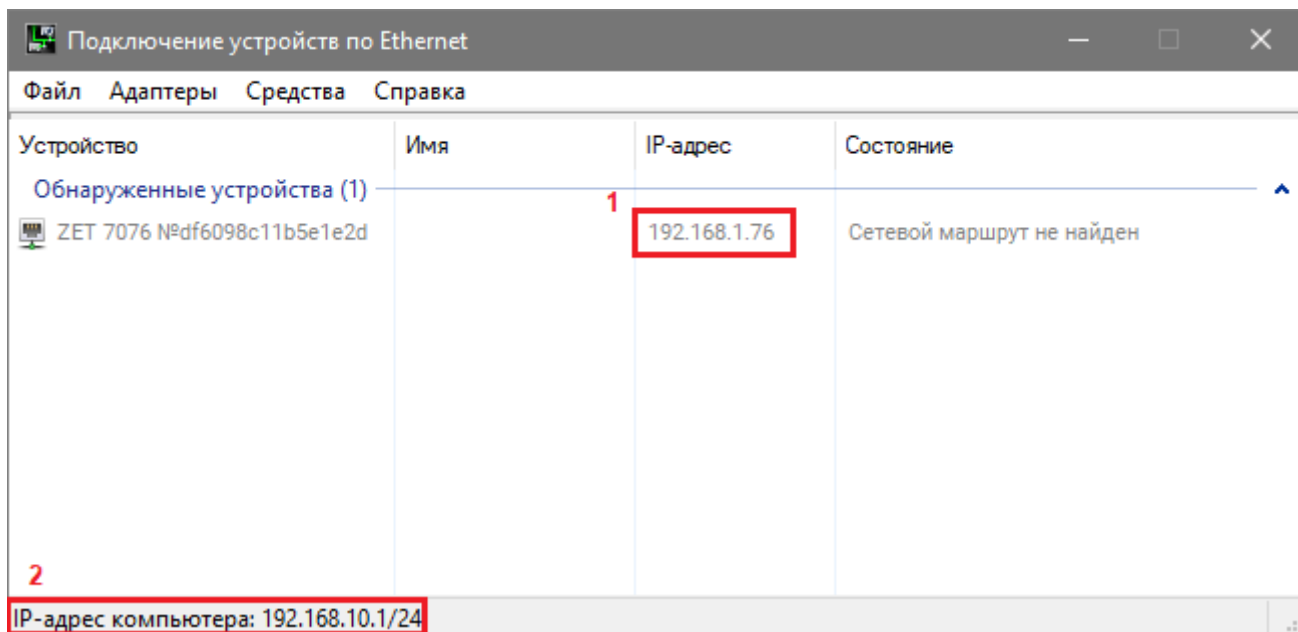

Рис. 3.1 Окно программы «Подключение устройств по Ethernet»
Для проверки IP-адреса преобразователя интерфейса на панели ZETLAB в меню «Сетевые программы» активируйте программу «Подключение устройств по Ethernet». В открывшемся окне программы «Подключение устройств по Ethernet» в столбце «IP-адрес» (1) указан сетевой адрес преобразователя интерфейса (Рис. 3.1). Сетевой адрес компьютера отображается в нижней части окна программы «Подключение устройств по Ethernet» (2).